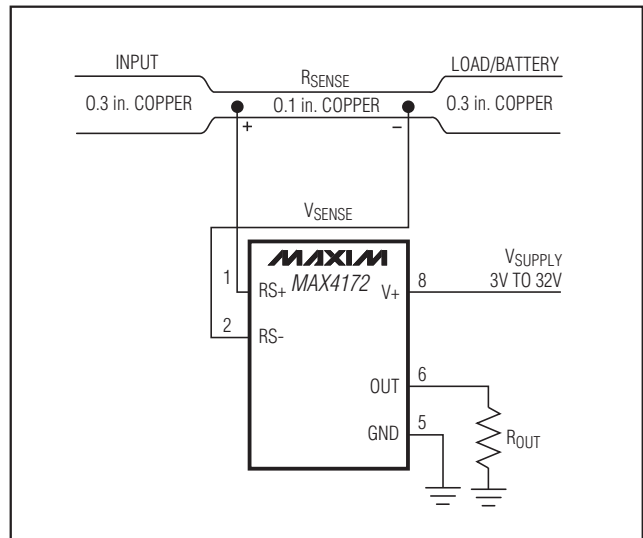

図2. PC基板の使用を示すMAX4172の接続
- コスト**： R_{SENSE} 抵抗のコストが問題になる場合、図2に示すように、別のソリューションを求めたい場合があります。このソリューションは検出抵抗をPCボードのトレースによって作ります。銅抵抗は不正確であるため、フルスケール電流値はポテンシオメータで調整しなければなりません。また、銅の抵抗温度係数はかなり大きい値です(およそ0.4%/ $^{\circ}\text{C}$)。
図2において、測定する負荷電流を10A、0.3インチ(0.76cm)幅の2オンス銅が適切であると仮定します。0.1インチ(0.25cm)幅、2オンス(70 μm 厚)の銅の抵抗は30m Ω /フィートです。10Aの場合、フルスケールで50mVの電圧降下を得るためには $R_{SENSE} = 5\text{m}\Omega$ を要します。この抵抗を得るためには、0.1インチ幅で2インチ(5cm)長の銅トレースが必要です。